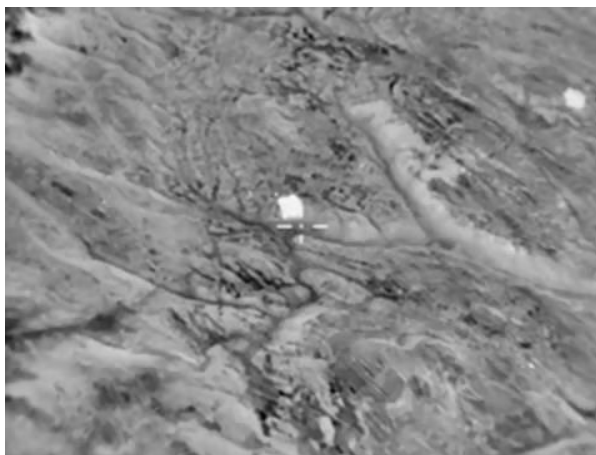

Рисунок 1 – Задание 1
1) Найти и обозначить примерный центр выделяющегося объекта на заданном изображении (рисунок 1);